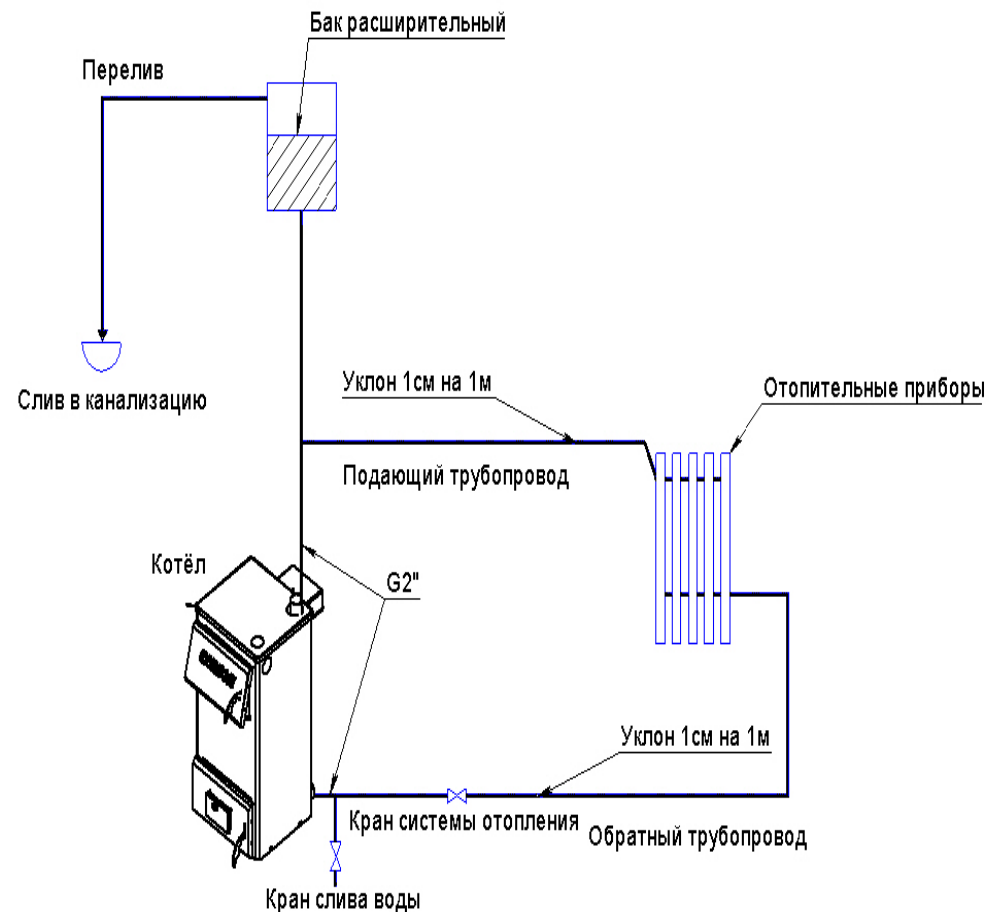

Рис.4 Схема открытой системы водяного отопления, применяется расширительный бак открытого типа.
6.10. При эксплуатации котла уровень воды в расширительном бачке (рис.4) не должен опускаться ниже 1/4 его высоты.
5.13. Для полного слива воды из системы в самой нижней ее точке установить кран слива воды (рис.4;5),
5.14. Перед началом эксплуатации система заполняется водой через кран слива воды (рис.4;5) снизу вверх, до начала перелива из расширительного бака. Долив системы водой возможен через воронку расширительного бака.
- 5.4. Для лучшей циркуляции воды в отопительной системе рекомендуется устанавливать котёл ниже относительно радиаторов отопления (см. рис.4;5).
5.9. Рекомендуемая схема подсоединения котла к отопительной системе приведена на (Рис.4;5). Стойки устанавливать вертикально. Горизонтальные трубопроводы прокладывать с уклоном по направлению движения воды (сверху вниз). Величина уклона должна быть не менее 10 мм на одном погонном метре разводящей или сборной магистрали. Уклоны ответвлений к нагревательным приборам – не менее 10 мм на всю длину проводки.
5.11. Расширительный бачок (рис.4) устанавливается в наивысшей точке системы. Он должен иметь **постоянно открытое заливное отверстие в верхней части** и переливную линию на верхней боковой поверхности, для слива излишней воды из системы в канализацию